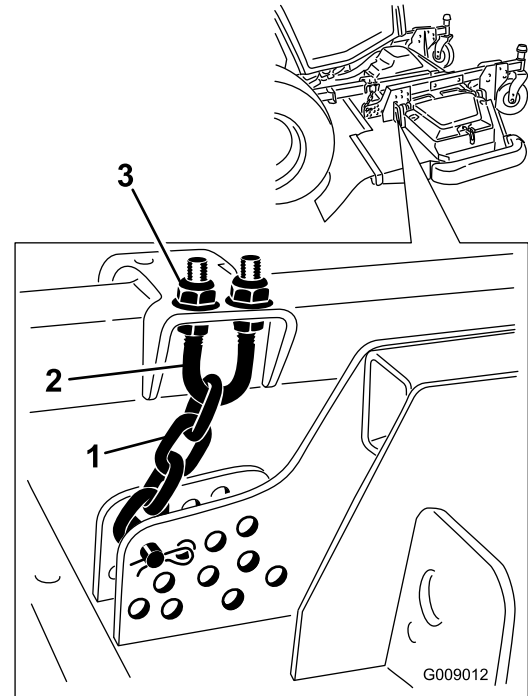

Bild 137
5. Lockern Sie die Klemmmuttern an der Ober- oder Unterseite des U-Bügels an der Schnitthöhenkette (Bild 137).